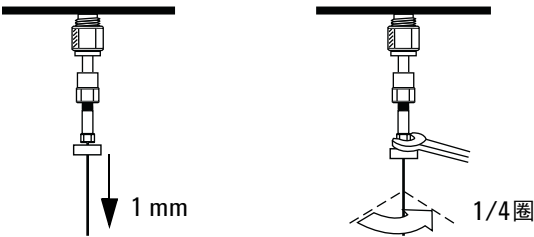

图 37 拉出色谱柱并拧紧柱螺帽
- 7 将柱拉出 1 mm。如图 37 所示。用扳手将螺帽再拧紧 1/4 圈，柱应不能移动。